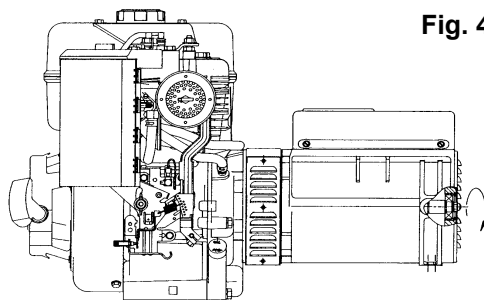

Fig. 4
-) Bloccare il tirante centrale applicando una coppia di serraggio pari a $21 \pm 7\%$ Nm se si impiegano tiranti N8-5/16 24 UNF, mentre, se si impiegano tiranti M14x1.5, applicare una coppia di serraggio pari a $120 \pm 7\%$ Nm; rimontare le retine di protezione laterali applicando sulle viti M5 una coppia di serraggio pari a $3.5 \pm 7\%$ Nm e chiudere la griglia di chiusura posteriore con le viti autofilettanti 3.5x9.5 (fig. 4).
-) Block the central stay rod, applying a tightening torque of $21 \pm 7\%$ Nm if you are using stay rods of N8 5/16 24 UNF, while if you are using M14x1.5 stay rods, apply a tightening torque of $120 \pm 7\%$ Nm; remount the lateral protection nets, applying a tightening torque of $3.5 \pm 7\%$ Nm on the M5 screws and close the closure grid with self-threading screws 3.5x9.5 (fig. 4).
-) bloquer le tirant central en appliquant un couple de serrage égal à $21 \pm 7\%$ Nm si on utilise des tirants N8-5/16 24 UNF, alors que si on emploie des tirants M14x1.5, il faut appliquer un couple de serrage égal à $120 \pm 7\%$ Nm ; remonter les grillages de protection latéraux en appliquant sur les vis M5 un couple de serrage égal à $3.5 \pm 7\%$ Nm et fermer la grille de clôture postérieure avec les vis auto-taraudeuses 3.5x9.5 (fig. 4).
-) die zentralen Stell-schraube mit einem Drehmoment von $21 \pm 7\%$ Nm blockieren, sollten N8-5/16 24 UNF Schrauben verwendet werden, während bei der Verwendung von M14x1.5 diese mit einem Drehmoment von $120 \pm 7\%$ Nm anziehen; die seitlichen Schutznetze mit einem Drehmoment von $3.5 \pm 7\%$ Nm der Schrauben M5 wieder montieren und den hinteren Schutzgitter mit 3.5x9.5 Schrauben schließen (Abb. 4).
-) bloquear el tirante central aplicando una pareja de cierre igual a $21 \pm 7\%$ Nm si se emplean tirantes N8-5/16 24 UNF, mientras, si se emplean tirantes M14x1.5, aplicar una pareja de cierre igual a $120 \pm 7\%$ Nm; reensamblar las retinas de protección lateral aplicando sobre los tornillos M5 una pareja de cierre igual a $3.5 \pm 7\%$ Nm y cerrar la rejilla de cierre posterior con los tornillos autorroscantes 3.5x9.5 (fig. 4).